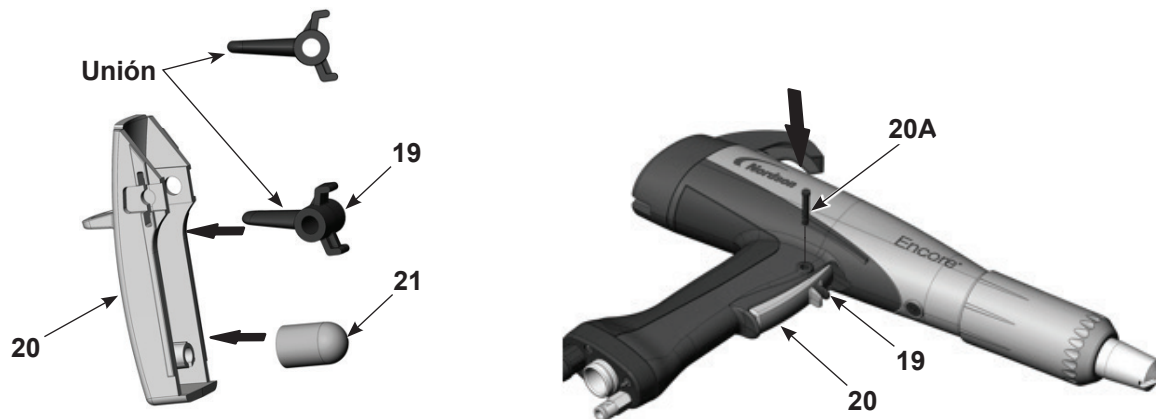

Figura 6-12 Volver a instalar el activador y el eje
7. Ver la Figura 6-12. Instalar el activador de purga (19) en el activador de aplicación (20) con la unión orientada hacia arriba, tal y como se muestra. **No instalar el activador de purga boca abajo.**
8. Verificar que el actuador (21) esté instalado sobre el puesto.